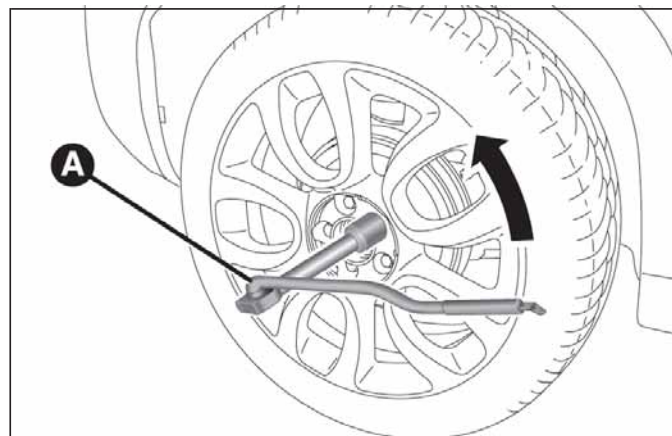

fig. 33
- ❑ tomar la llave A fig. 33 y aflojar una vuelta los tornillos de fijación. Para las versiones con llantas de aleación, mover el vehículo para facilitar la separación de la llanta del cubo de la rueda;